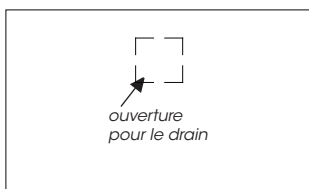

Figure 1
2. Déterminer l'emplacement de l'ouverture à pratiquer dans la surface d'appui pour dégager le renvoi d'eau du lavabo. Percer la surface d'appui. (Figure 1)